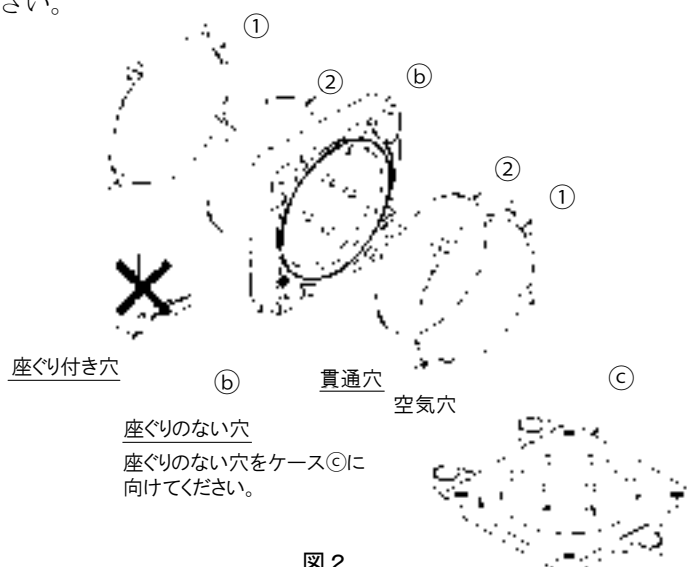

図 2
1. ねじ⑦ 4本を取り外してください。
2. 古いパッキン①とフィルタ② (それぞれ2枚) を取り外し、ケース⑥、⑧の内面をよく清掃してください。
3. 新しいフィルタ②とパッキン①を図2に従ってケース⑥の両面に取り付けてください。パッキン①はケース⑥の溝に押し込み正しく取り付けてください。(フィルタとパッキンに表裏はありません。) パッキン①を2個とも取り付けした後、フィルタ②をケース⑥の両面に嵌め込んでください。
4. 次にケース⑥の貫通穴とケース⑧の空気穴が合致するようにケース⑥に⑧を合わせます。(図2参照)